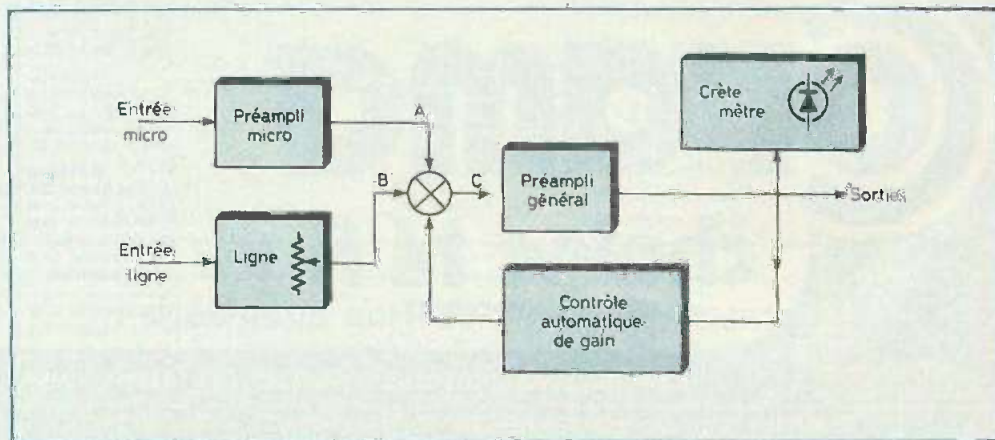

Fig. 1. - Synoptique complet du montage destiné à superposer un commentaire à un fond musical.
Comme le montre la figure 1, l'ensemble est assez simple. On trouve en effet, en partant de l'entrée, un préampli micro car les signaux issus de celui-ci sont très faibles, et, un bloc « ligne » comportant un potentiomètre qui permet de pré régler le niveau ligne par rapport au microphone. Puis ces signaux attaquent le sommateur (S) dont il faut préciser que les entrées ont des sensibilités différentes. On trouve ensuite le préampli général qui permet d'obtenir un niveau de sortie exploitable sur tous les appareils. On trouve aussi un crête-mètre. Celui-ci permet de faciliter le pré réglage de l'entrée ligne qui dépend de la source sonore utilisée. Mais il ne faut pas oublier le contrôle automatique de gain qui constitue en fait, l'âme du montage. Nous reviendrons plus loin sur son fonctionnement exact. Il faut
1. On règle par P₁ le niveau des signaux « ligne » grâce au crête-mètre de manière à ce que les signaux en A et B (fig. 1) soient du même ordre. L'amplitude des signaux à la sortie du préampli général est alors trop faible pour faire conduire T₅, donc T₂ n'a aucun effet sur le montage.